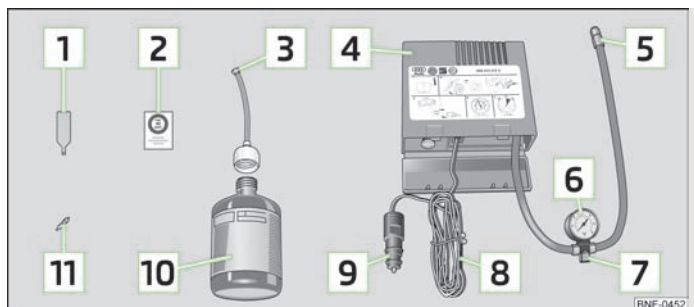

Abb. 113 Bestandteile des Pannensets
- › Den Aufkleber » Abb. 113 auf die Schalttafel im Sichtfeld des Fahrers kleben.
- › Die Reifenfüllflasche » Abb. 113 einige Male kräftig hin und her schütteln.
- Den Reifenfüllschlauch [5] » Abb. 113 des Luftkompressors fest auf das Reifenventil schrauben.